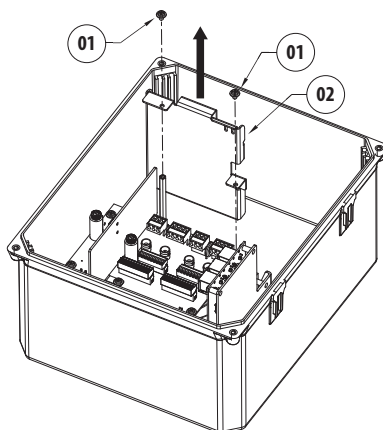

Fig. 16
Rimuovere le viti (01) ed estrarre lo splice tray (02) ( Fig. 16, pagina 16).